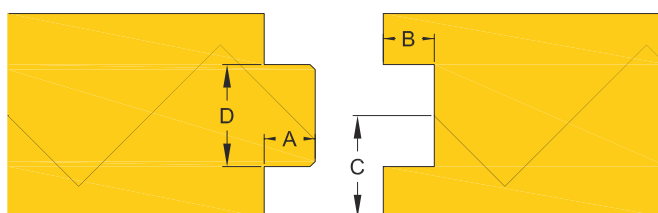

Fig. 3.
1. Het Eurorooft[®]-paneel (zie fig. 3)